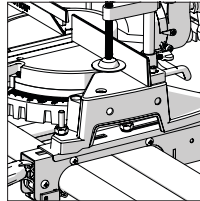

Fig. 11
- Tryck ner byglarnas baksida för att fästa dem på geringssågställets stänger. (**Fig. 11**)